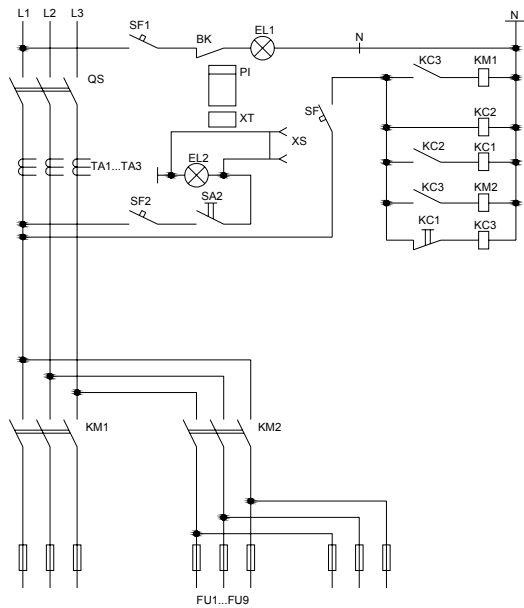

Рис.9.2 Схема электрическая
-местное /автономное/ автоматическое управление освещением от таймера и фотодатчика /СУУО-М/ - рис.9.2